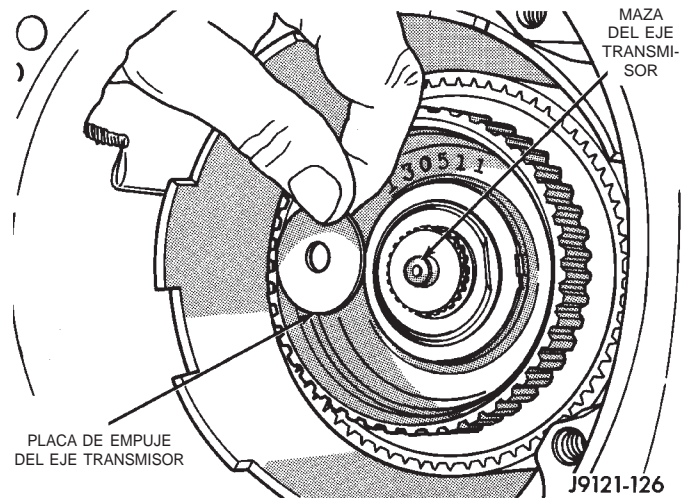
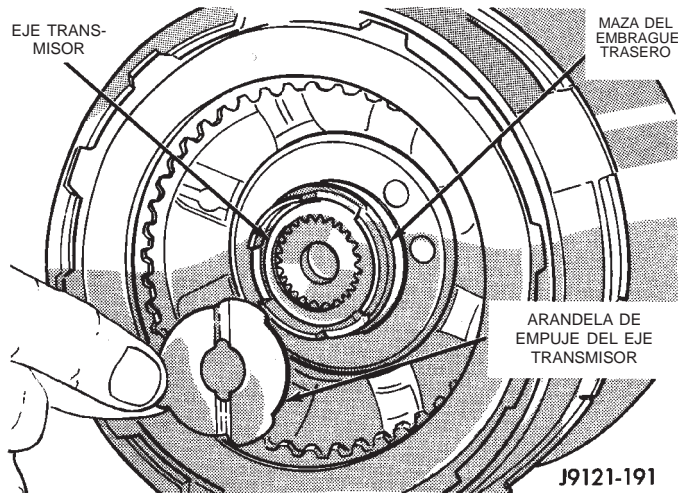

Fig. 99 Placa de empuje del eje transmisor
Fig. 101 Arandela de empuje del eje transmisor
- (26) Instale la placa de empuje del eje transmisor en la maza del eje del casco impulsor del tren de engranajes planetarios (Fig. 99). Utilice vaselina para mantener la placa de empuje en su lugar.
- (27) Verifique la arandela de empuje del embrague trasero. Si fuera necesario, utilice vaselina adicional para mantener la arandela en su lugar.
- (28) Recubra la arandela de empuje del eje transmisor con vaselina. Luego instale la arandela en la maza del embrague trasero (Fig. 101). Utilice suficiente vaselina como para mantener la arandela en su lugar. **Asegúrese de que el lado con acanala-**